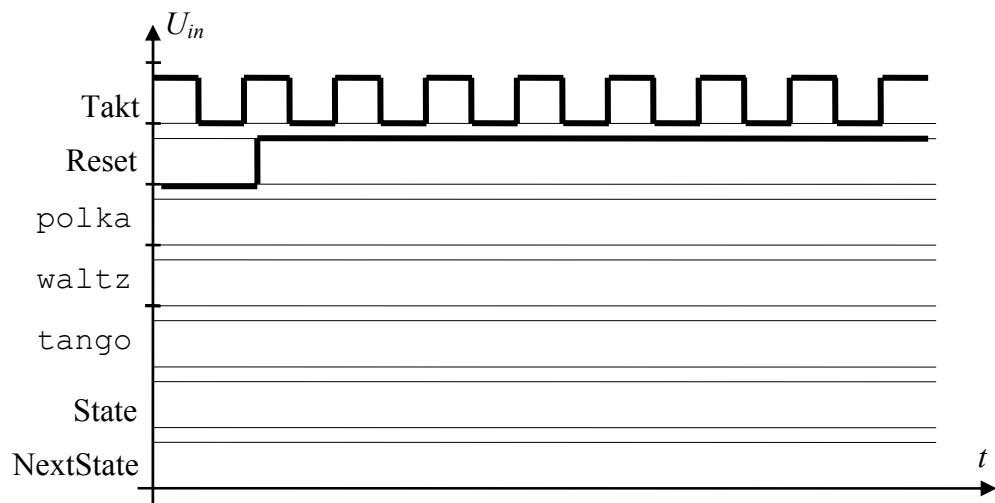

Abbildung 4.1
- Tragen Sie den Ablauf der Zustände (State plus zugehöriger Next-State) in Abbildung 4.1 ein! Ergänzen Sie weiters den Zeitverlauf von polka, waltz und tango !